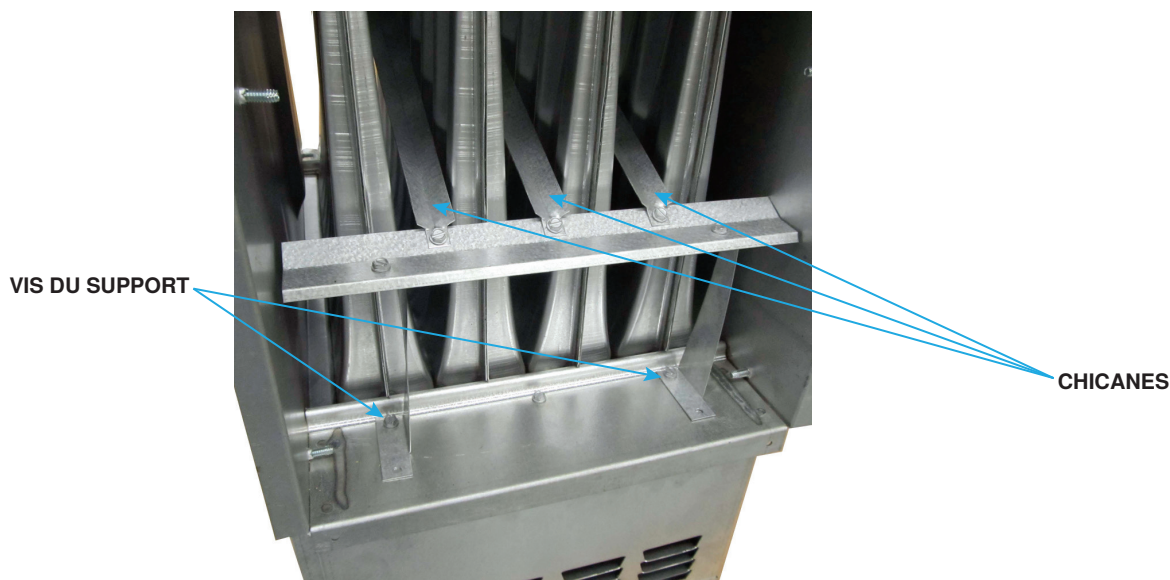

Figure 3. Retrait du déflecteur de l'échangeur de chaleur
1. Retirez les chicanes de l'échangeur de chaleur (voir Figure 3) :